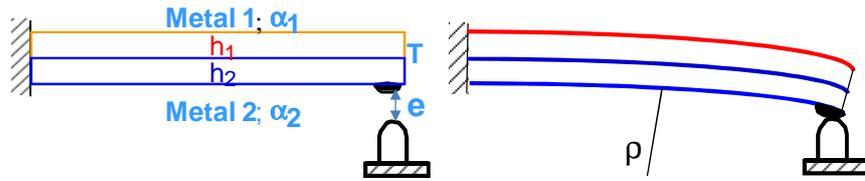

Figure 7.14. Principe d'utilisation de la bilame métallique
7. La longueur  $L(T)$  de la bilame métallique à la température  $T$ , est supposée égale à la moyenne des longueurs des deux barres utilisées. Le bouton contrôlant le thermostat est placé à une distance  $e$  en dessous de l'extrémité de la barre, supposée droite à la température  $T_0$  (figure 7.14).